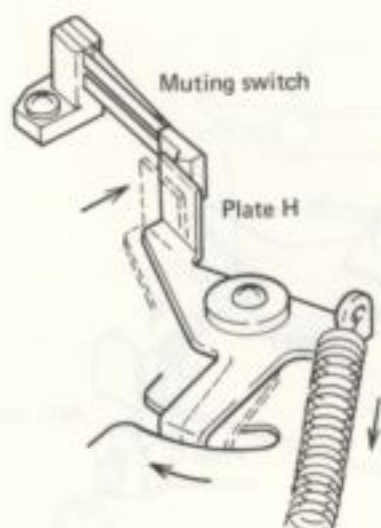

Fig. 29
**11.5 MUTING SWITCH ON-OFF (Fig. 29)**